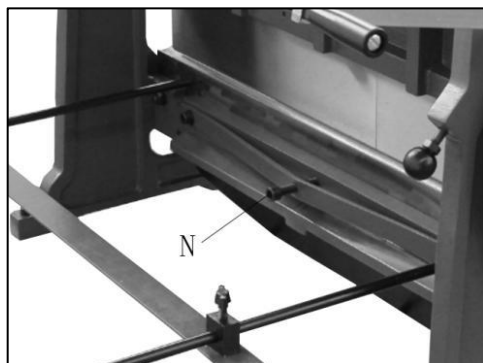

Figura 9
19. Se la cesoia taglia la carta alle estremità, ma non al centro, girare leggermente la vite (N, Figura 9) in senso orario finché la carta non viene tagliata. esso lunghezza del pneumatico.